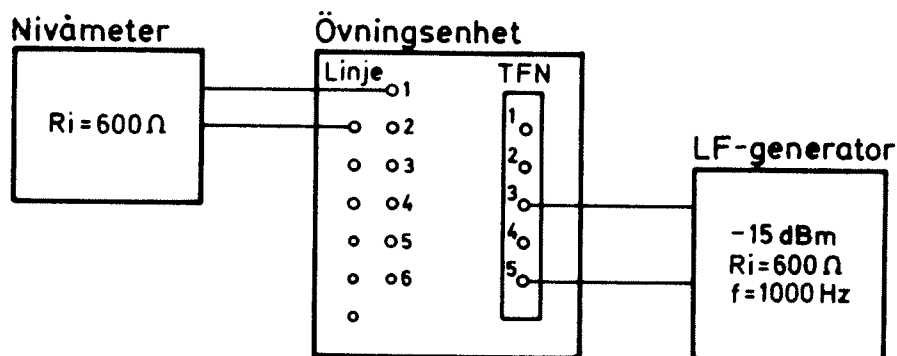

Bild 5.
Koppla upp enligt bild 5.
3.5.2 Anslut LF-generatorn enligt bild 5 och nivå-